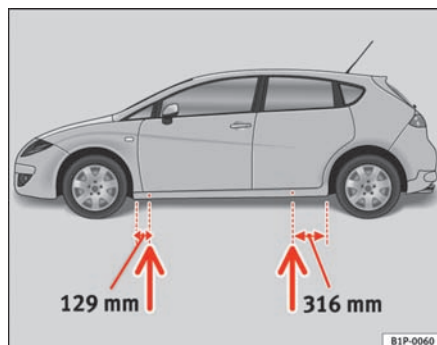

Fig. 149 Løftepunkter til donkraften
- Find det løftepunkt på panelet, der er tættest på det hjul, der skal skiftes ⇒ fig. 149.
Panelet er trykket lidt ind forrest og bagest, der hvor donkraften må sættes på ⇒ fig. 149. For hvert hjul er der et sted til donkraften. Donkraften må ikke sættes på andre steder.